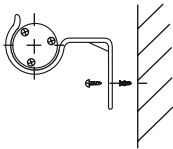

Рисунок 4.
- закрепите кронштейны на стене при помощи самонарезающих винтов и дюбелей, входящих в комплект поставки (рисунок 4);